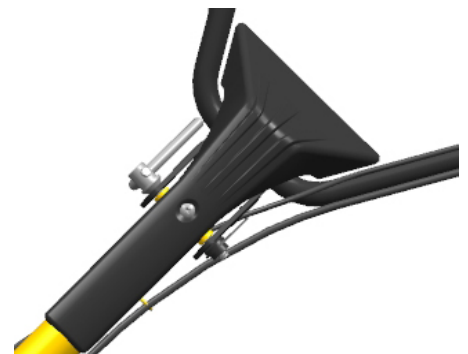

Figure 5
- Aflojar el registro de las estevas y seleccionar el orificio en la posición apropiada. Regular la barra cruzada de las estevas hasta la altura de la cintura del operador, luego girar el registro para apretarlo (ver fig. 5)